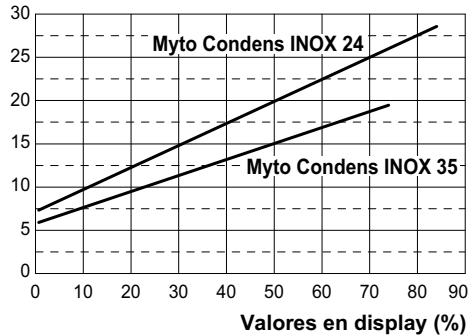
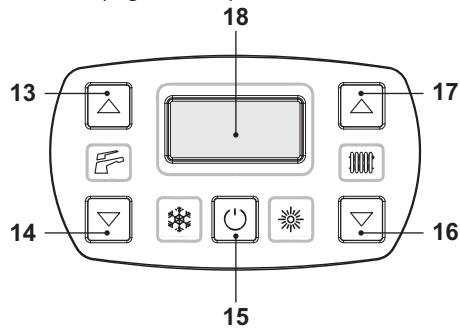
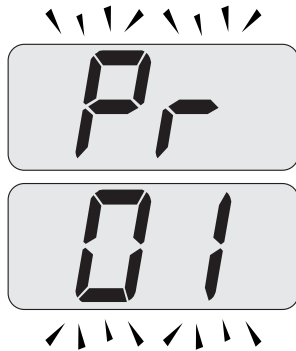
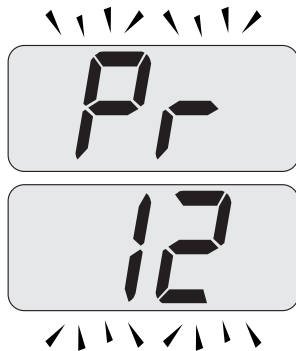

Figura 7.9
Figura 7.12
Figura 7.13
Figura 7.14
La regulación de la potencia útil en funcionamiento de calefacción es independiente de la configurada para el agua sanitaria. El gráfico de la Figura 7.9 muestra cómo varía la potencia útil de la caldera al modificarse el valor ajustado en la tarjeta de control.
- Entre en la "modalidad de programación" pulsando simultáneamente durante 10 segundos los botones 15 - 16 - 17 (Figura 7.12) hasta que aparezcan en la pantalla LCD las letras **Pr** alternadas con el código **01**, que indican la entrada en el "parámetro 01" (Figura 7.13).
- Desplace los parámetros mediante los botones 16 o 17 hasta que aparezcan en la pantalla LCD las letras **Pr** alternadas con el código **12**, que indican la entrada en el "parámetro 12" (Figura 7.14).
- Pulse simultáneamente los botones 15 y 17 (Figura 7.12) hasta que aparezca en la pantalla LCD el valor del parámetro 12 (Figura 7.15) (74 = Myto Condens INOX 24 o 84 = Myto Condens INOX 35).
- Usando los botones 16 o 17 (Figura 7.12) se puede modificar el valor del parámetro 12 (consúltese el gráfico Figura 7.9 para determinar el valor correcto en función de la potencia útil de calefacción).
- Pulsando el botón 15 (Figura 7.12) se confirma el valor introducido.
- Pulsando simultáneamente los botones 15 y 16 (Figura 7.12) se sale sin modificar el valor (se vuelve a la lista de parámetros Figura 7.14).
- Pulsando simultáneamente durante 10 segundos los botones 15 - 16 - 17 (Figura 7.12) se sale de la "modalidad de programación".